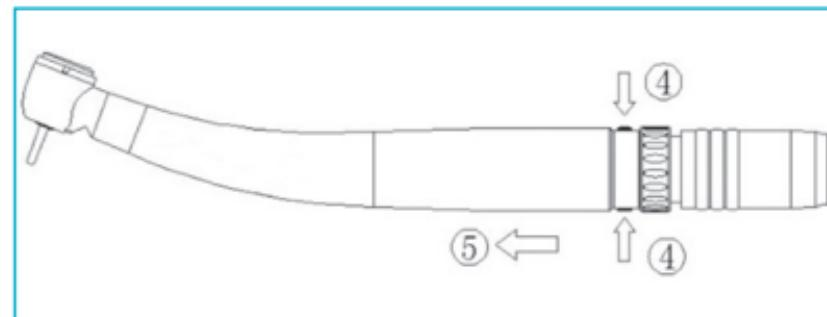

Fig. 6-12
- Sostenga el acoplamiento LED firmemente, deslice el anillo de bloqueo (Fig. 6-12④).
- Retire el dispositivo médico (Fig. 6-12⑤).